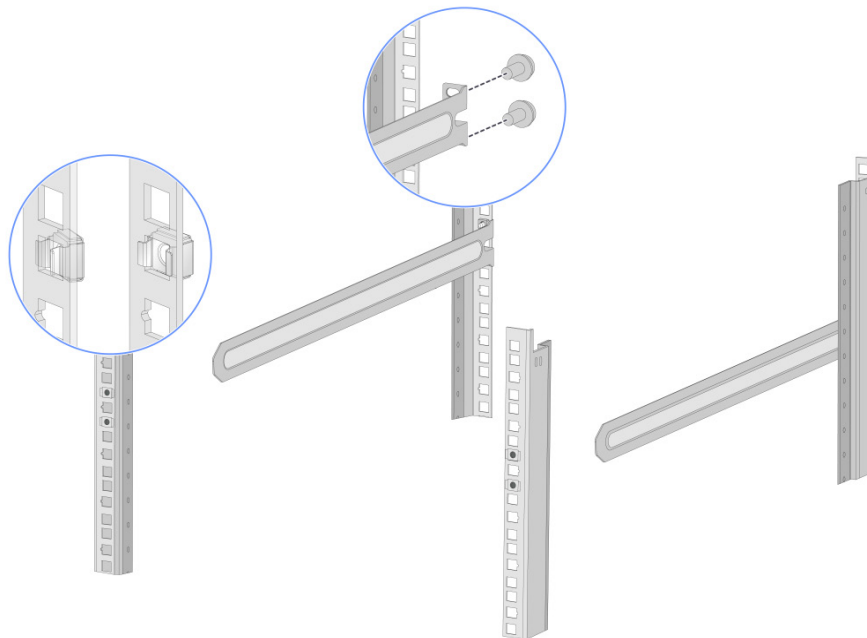

図 3-19 スライドレールのラックへの取り付け
- 3) 図 3-19に示すように、1 つのスライドレールのネジ穴をラック背面のケージナットに合わせ、M6 ネジ (ユーザーが用意) を使用してスライドレールをラックに取り付けます。